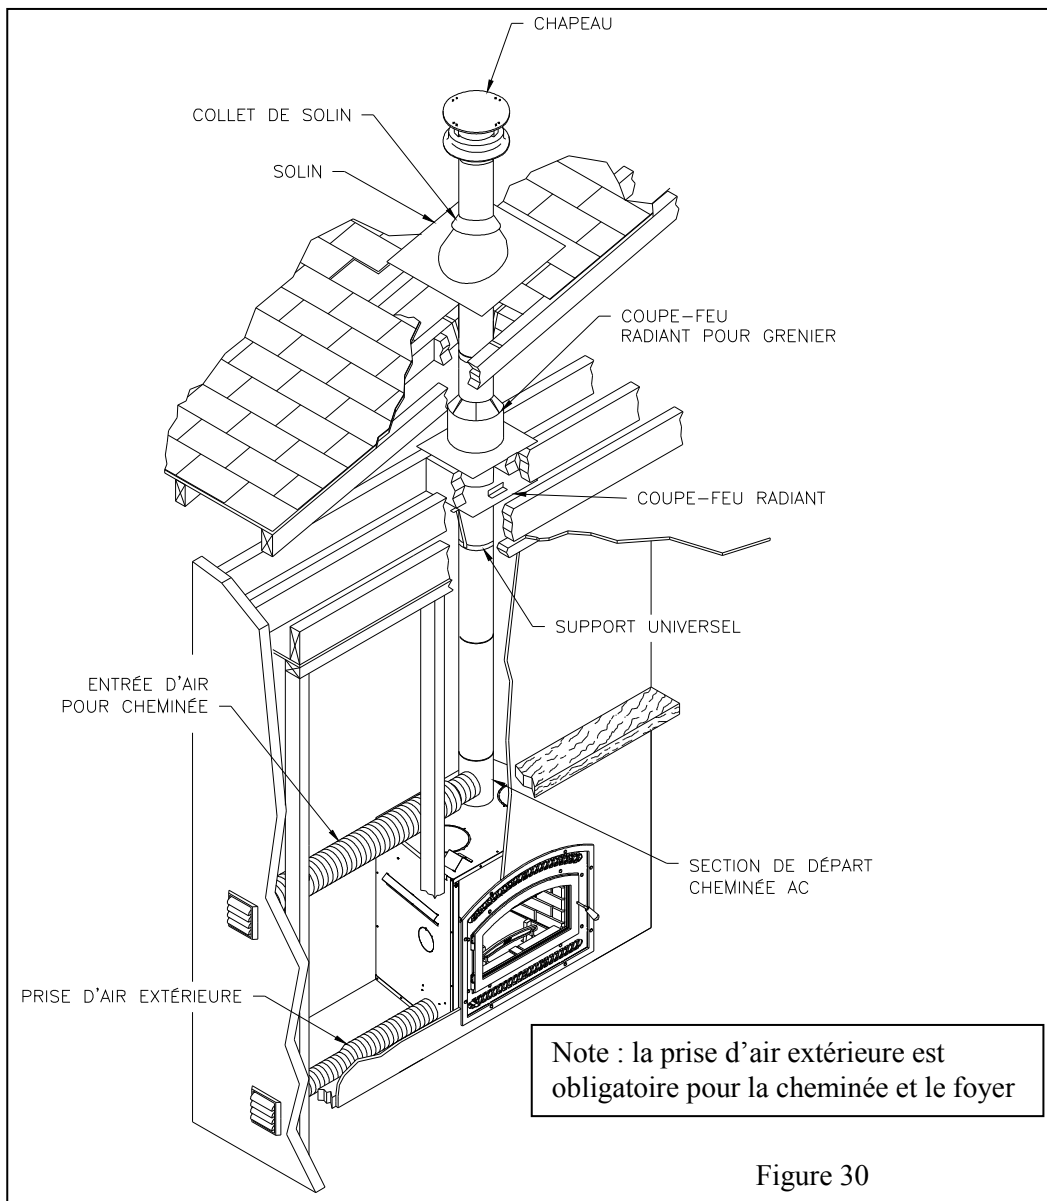

Figure 30
3. Pour les cheminées ASHT+ / HT6103+ et S-2100+ / HT6000+, placez la première section de cheminée sur le foyer. Verrouillez-la en place en effectuant une rotation de ¼ de tour dans le sens horaire. Pour la cheminée AC, une section de départ doit être utilisée avant de pouvoir placer la première section de cheminée (voir Figure 30). Continuez à assembler la cheminée en plaçant les sections les unes après les autres et en les verrouillant.